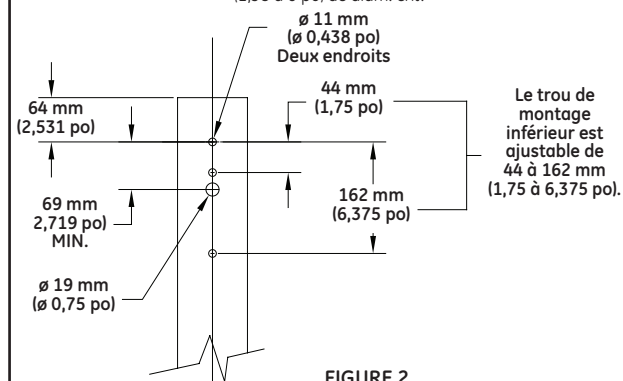
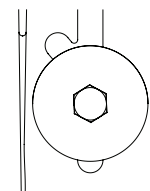

FIGURE 2
FIGURE 5
Ce luminaire a été configuré pour un montage à un poteau de section ronde de 60 à 152 mm (2,38 à 6 po) de diamètre. La configuration des trous sur le poteau de section ronde doit être conforme à la figure 2.
- Utilisez sur le boulon inférieur la rondelle large de 2 po (50 mm) fournie, pour une configuration de trou qui s'aligne avec la rainure allongée (voir fig. 5).
- Dans le cas de la configuration de boulons diagonale antérieure (figure 5), ajustez le plateau-écrou à 116 mm (4,58 po). Pour toutes les autres configurations de montage, reportez-vous à la figure 2 de la page précédente.